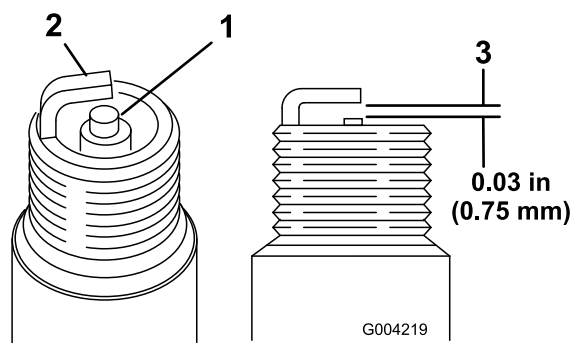

図 48
- 中央の電極部を観察する 図 48。絶縁体部がうす茶色や灰色なら適正、碍子が黒くなっているのは不完全燃焼であるエアクリーナの汚れが原因であることが多い。
- プラグの電極間のエアギャップ 図 48 を点検し、
- 適正值から外れていれば外側の電極 図 48 を曲げて調整する。